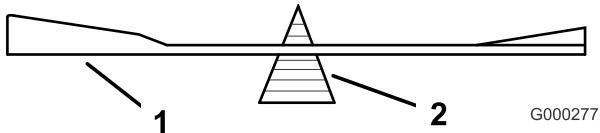

Figure 57
2. Vérifiez l'équilibre de la lame en la plaçant sur un équilibrage (Figure 57). Si la lame reste horizontale, elle est équilibrée et peut être utilisée. Si la lame est déséquilibrée, limez un peu l'extrémité de la partie relevée seulement (Figure 57). Répétez la procédure jusqu'à ce que la lame soit équilibrée.